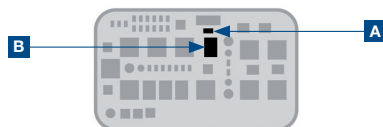

Рис. 6
- 22 Вставить реле (В) и фиксатор (А) (рисунок 6)